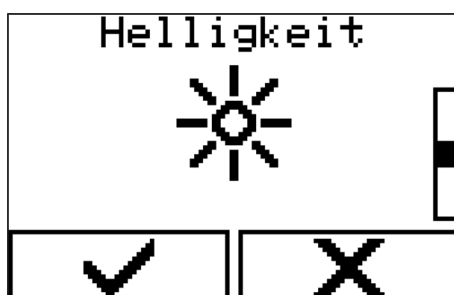

Abb. 57: Menü auswählen
1. ➔ Menü über „Handschalter“ → „Helligkeit“ (Abb. 57) auswählen.